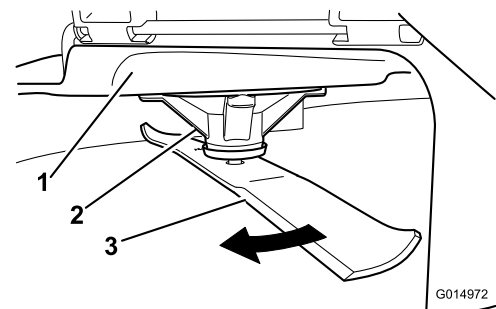

Figura 61
2. Llevando guantes fuertemente acolchados u otro tipo de protección apropiada para las manos, gire lentamente la cuchilla hasta una posición que permita medir la distancia entre el filo de corte y la superficie nivelada en la que descansa la máquina (Figura 61).